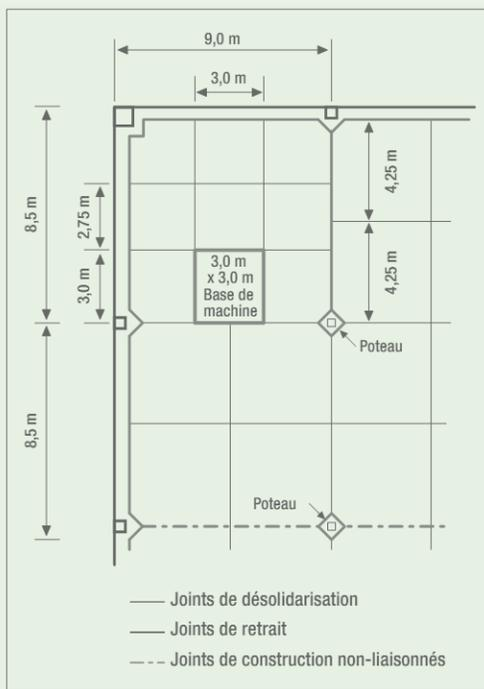

FIGURE 2 Disposition caractéristique des joints dans une dalle3
- > des joints de retrait doivent être localisés à tous les coins rentrants (coins avec angles de plus de 90° C) (figure 1). Afin de prévenir la fissuration, une des solutions consiste à insérer de l'armature dans la dalle (figure 2);